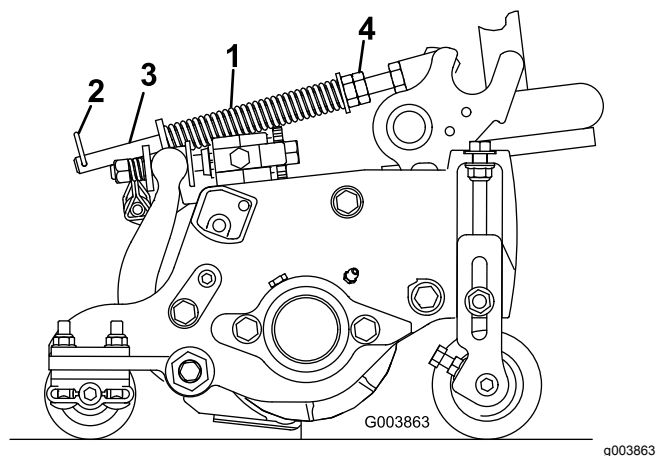

Рисунок 15
- Убедитесь, что игольчатый шплинт вставлен в заднее отверстие штока пружины (Рисунок 15).
- Затяните шестигранные гайки в передней части штока пружины так, чтобы сжатая длина пружины стала равна 12,7 см на машине с 5-дюймовыми режущими блоками или 15,9 см на машине с 7-дюймовыми режущими блоками (Рисунок 15).
Пружина компенсации состояния грунта переносит вес с переднего на задний каток (Рисунок 15). Это препятствует образованию на грунте волнообразных неровностей (так называемых «волн» или «трясок»).